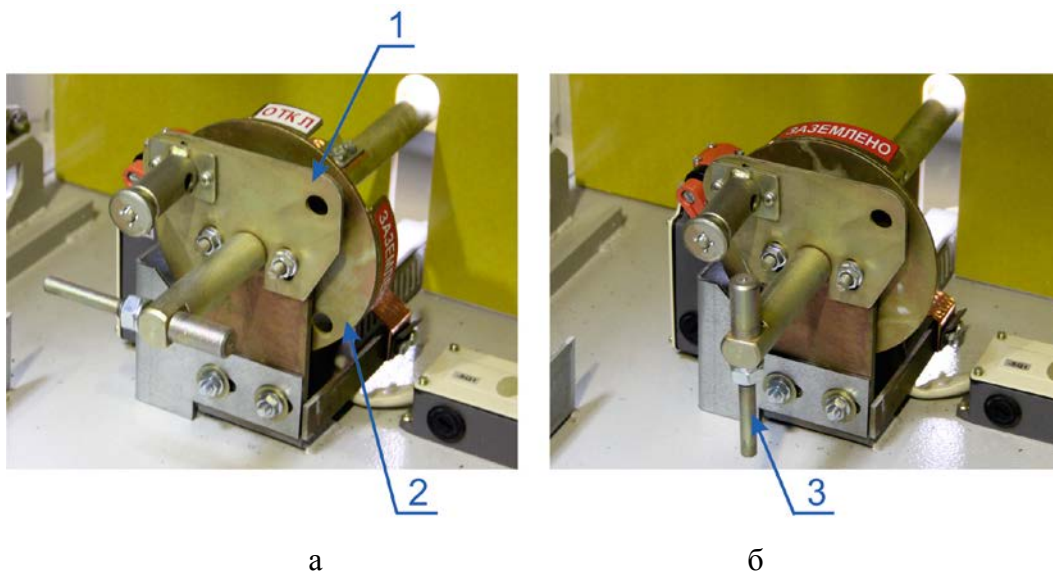

Рисунок 10 Привод заземляющего ножа
На рисунках 10 а, б изображен привод заземляющего ножа. На неподвижной пластине (1) привода заземляющего ножа имеется два отверстия: одно – для крепления блок-замка, второе – для входа штока блок-замка и фиксации ножей заземляющего разъединителя во включенном (или отключенном) положении. На валу заземляющего разъединителя расположен диск (2) с идентичными отверстиями. При повороте вала заземляющего разъединителя отверстия совмещаются, что позволяет фиксировать его в том или ином положении. На валу привода заземляющего разъединителя имеется штырь (3), который при повороте заземляющего разъединителя в положение «ЗАЗЕМЛЕНО» своим вертикальным положением препятствует вкату тележки (см. рисунок 10). Включение заземления возможно только когда выкатной элемент находится в контрольном или ремонтном положении.